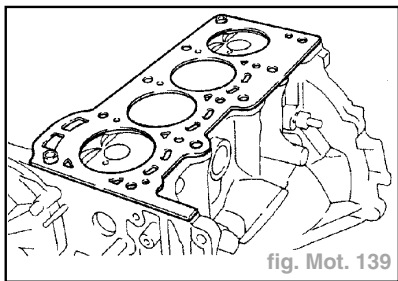

fig. Mot. 139
**Nota :** Veiller à respecter le sens de montage correct (fig. Mot. 139).